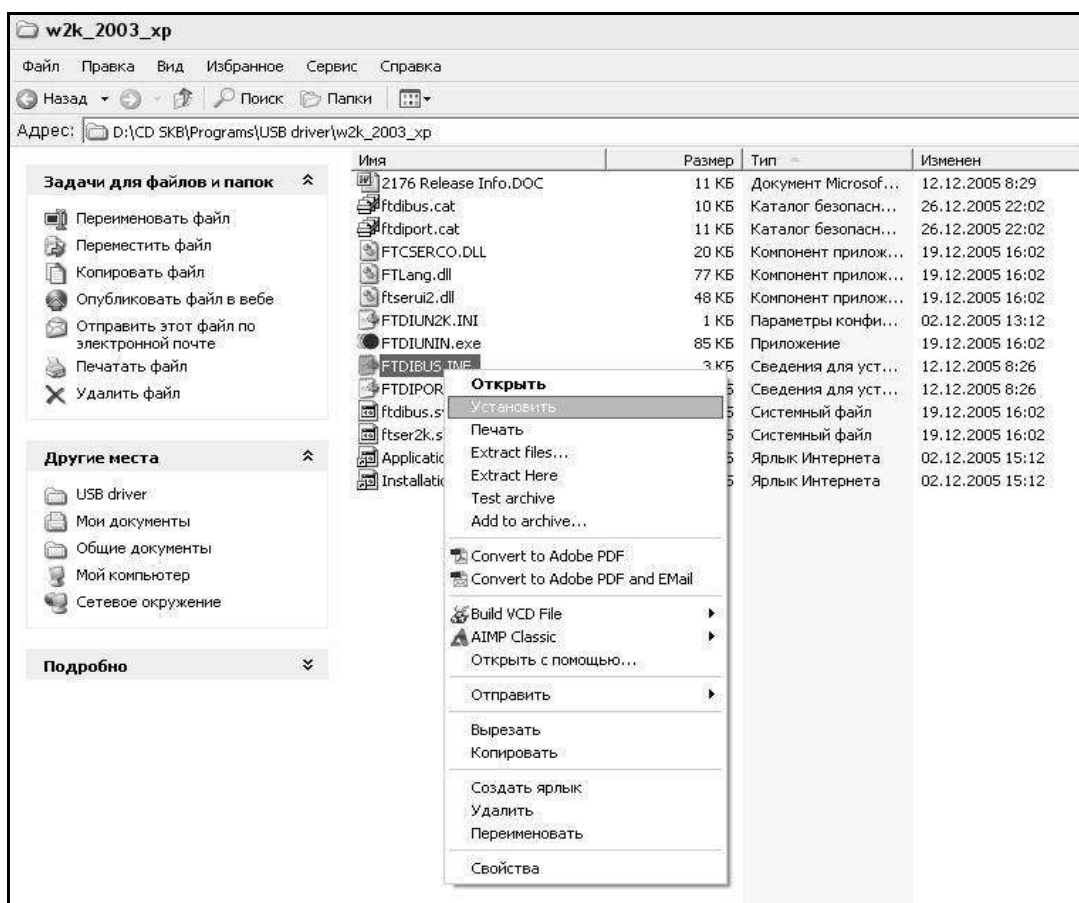

Figura 2.4 – Fereastra de instalare manuală a driverului
- faceți clic dreapta pe fișierul FTDIBUS.INF pentru a selecta „Instalare” din meniul derulant (vezi Figura 2.4);